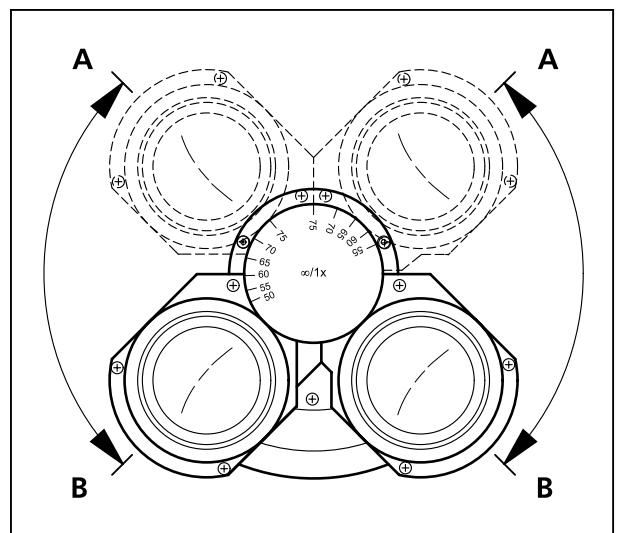

Рисунок 19 Настройка высоты окуляров
- Приспособить высоту окуляров к индивидуальным нуждам наблюдателя путём поворота окулярных тубусов вверх (Рисунок 19/А) или вниз (Рисунок 19/В).